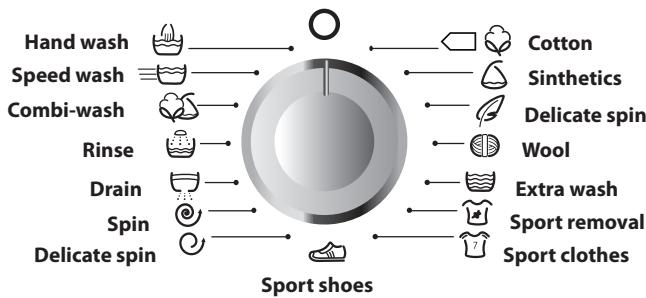

Figure 4 – Wash Program Selector
**A la fin du lavage il faut l'installer la poignée à la division O (fig.4), débranchez la machine du réseau électrique, en tirant la fiche de la prise de courant, et fermez le robinet d'arrivée d'eau.**
Switching the Machine on and program selection are made by turning the Wash Program Selector Knob (Fig. 4).